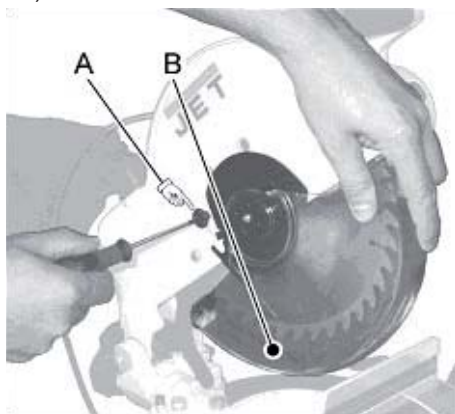
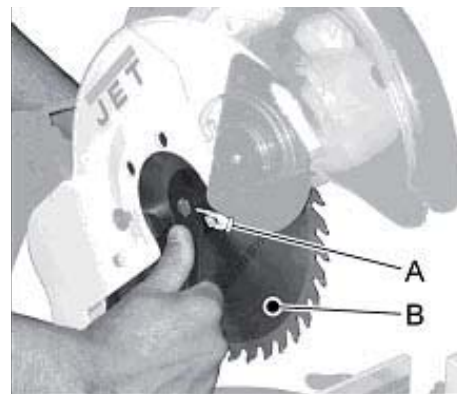

Рис. 4
Рис. 5
- Снимите защитный кожух диска пилы, для чего освободите оба винта (A, Рис. 4) на стороне защитного кожуха и отведите защитный кожух вверх (Рис. 5).
- Разблокируйте вал пилы с помощью клавишного блокировочного выключателя вала пилы (A, Рис. 5) и освободите прижимной винт пильного диска (A, Рис. 4), применяя для этого гаечный ключ.